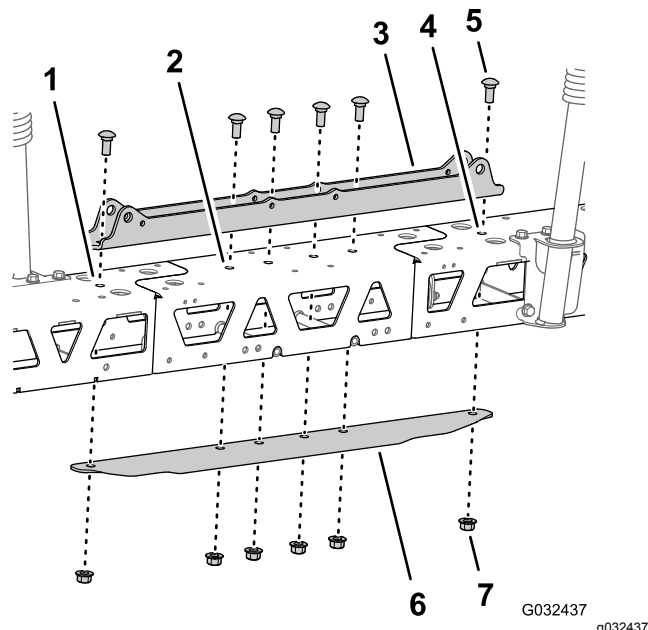

Figura 118
5. Alinee los orificios del soporte del cilindro con los orificios de la línea central del tramo de celosía central (Figura 118).
6. Introduzca el perfil de refuerzo en los tramos de celosía central y exteriores, y alinee los orificios del perfil con los orificios de la línea central del tramo de celosía central (Figura 118).
7. Ensamble el soporte del cilindro, los tramos de celosía, la extensión del brazo central y el perfil de refuerzo con los 2 pernos de cuello cuadrado ($\frac{1}{2}$ " x $1\frac{1}{4}$ ") y las 2 contratuercas con arandela prensada ($\frac{1}{2}$ ") que retiró en el paso 3 de Retirada de las boquillas de fumigación (página 39), y los 4 pernos de cuello cuadrado ($\frac{1}{2}$ " x $1\frac{1}{4}$ ") y 4 contratuercas con arandela prensada ($\frac{1}{2}$ ") del kit de acabado del sistema de fumigación GeoLink (Figura 118).